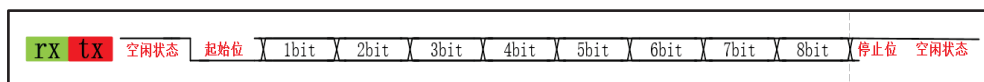

图 30-7 RS232 帧结构
4、串口数据的发送与接收是基于帧结构的，即一帧一帧的发送与接收数据。每一帧除了中间包含 8bit 有效数据外，还在每一帧的开头都必须有一个起始位，且固定为 0；在每一帧的结束时也必须有一个停止位，且固定为 1，即最基本的帧结构（不包括校验等）有 10bit。在不发送或者不接收数据的情况下，rx 和 tx 处于空闲状态，此时 rx 和 tx 线都保持高电平，如果有数据帧传输时，首先会有一个起始位，然后是 8bit 的数据位，接着有 1bit 的停止位，然后 rx 和 tx 继续进入空闲状态，然后等待下一次的数据传输。如图 30-7 所示为一个最基本的 RS232 帧结构。